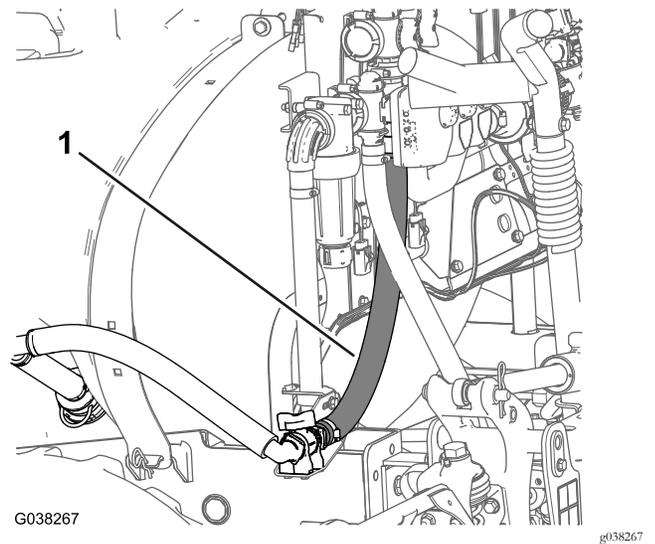

Bild 67
2. Verlegen Sie den Schlauch zum Rührwerk-Drosselventil (Bild 67).
3. Befestigen Sie das Schnellkupplungsanschlussstück (gerade, gezahnt) mit dem Halter, der mit dem Schlauch geliefert wird, an der Schnellkupplung des Rührwerk-Drosselventils (Bild 67).